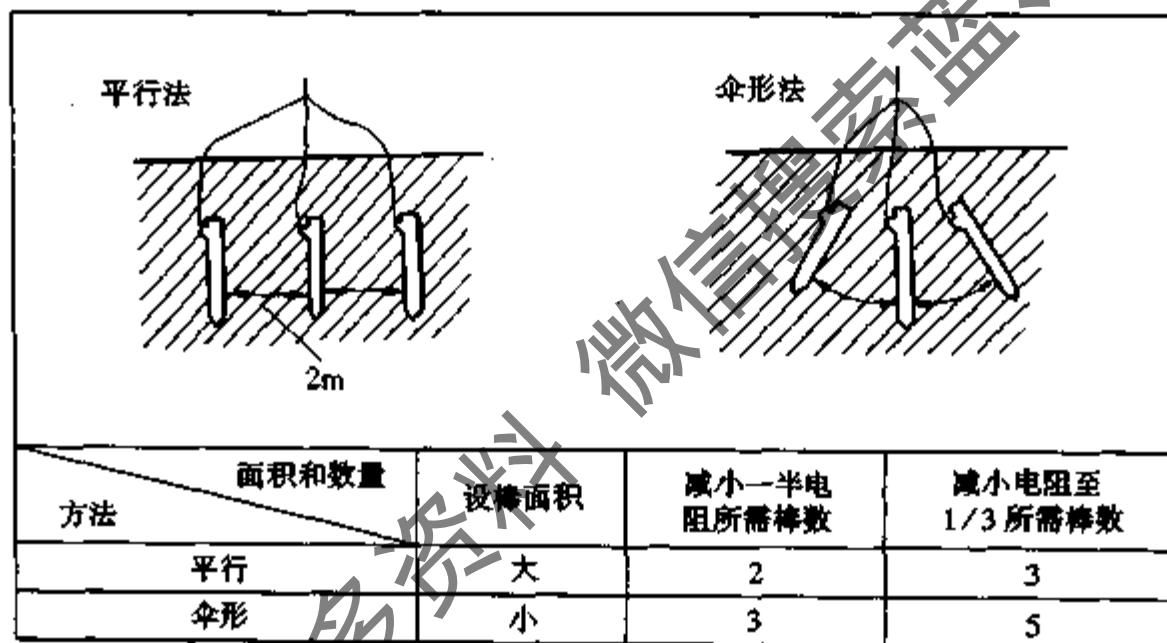

图 3-32
(3) 如接地电阻大于  $4\Omega$ ,可设置更多的接地棒,设置多个接地棒有平行和伞形两种方法,如图 3-32 所示。